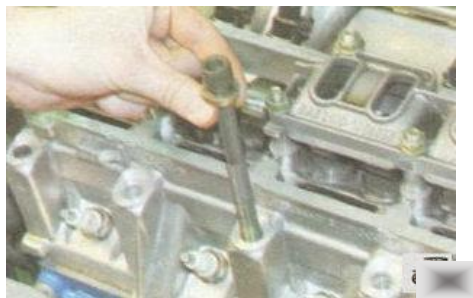

Рис. 1.11. Болты крепления головки блока цилиндров
16. Ослабляем затяжку десяти болтов в показанном на фотографии порядке и окончательно выворачиваем болты крепления головки блока цилиндров и выньте их вместе с шайбами (рис. 1.11).